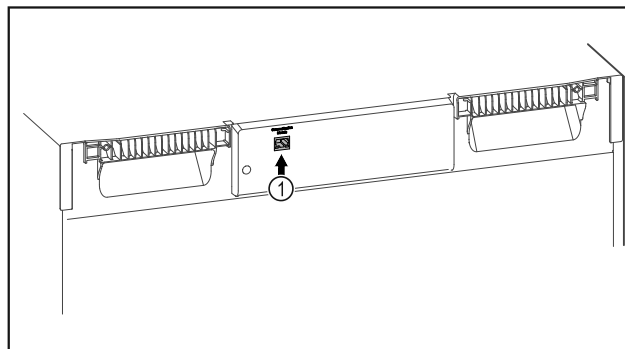

Fig. 84
- SmartModule Fig. 84 (1) установлен.